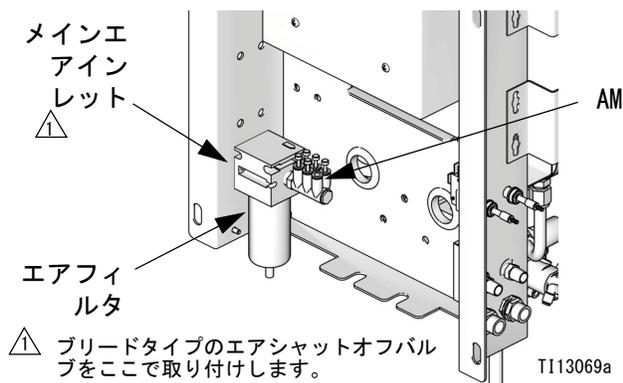
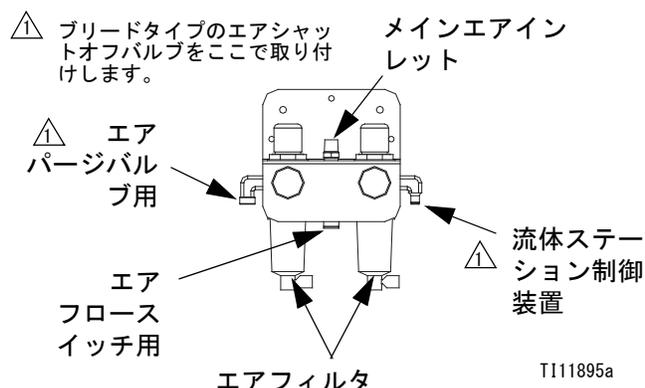

図 7. 壁取り付け給気インレット
図 8. RoboMix エア供給制御
2. ブリードタイプエアシャットオフバルブを制御エアフィルタのインレットに取り付けます。図 7 で壁取り付けシステムについて、図 8 で RoboMix システムについて参照してください。
エアパージバルブ (APV) には別のパージ給気ラインを使用します。エアパージバルブ (APV) とチェックバルブ (CV) に障害が発生した際にソレノイド、エアロジックライン、またはユニットのメイン供給が液体で汚染されないように、エアパージバルブをユニットのメイン給気またはエアマニホールド (AM、図 7) に接続しないでください。
7.6 m (25 フィート)、6 mm (1/4 インチ) 外径のパージエアチュービング (AT) は短くしないでください。目に見える溶剤の蓄積があるかどうか毎日確認してください。溶剤がある場合は、管理者に知らせてください。